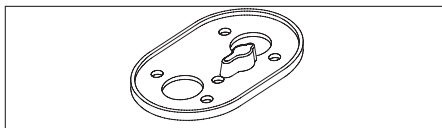

Fig. 05: Fottätning för värmaren
- ▶ Borra hål med hjälp av bormallen. Se Fig. 05 och Fig. 33 (sidan 25).
- ▶ Montera fottätningen mellan värmaren och underlaget. Se Fig. 05.